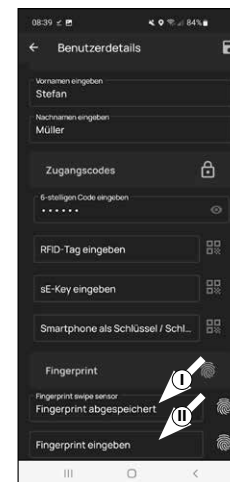

Fig. 16
6 Após a introdução de um dedo, a entrada “Impressão digital armazenada” (I) aparece no campo correspondente (Fig. 16).
Abaixo, há também um novo campo vazio para outra impressão digital (II) (Fig. 16). Se desejar, você pode armazenar outro dedo aqui. Para fazer isso, siga os passos neste capítulo novamente.